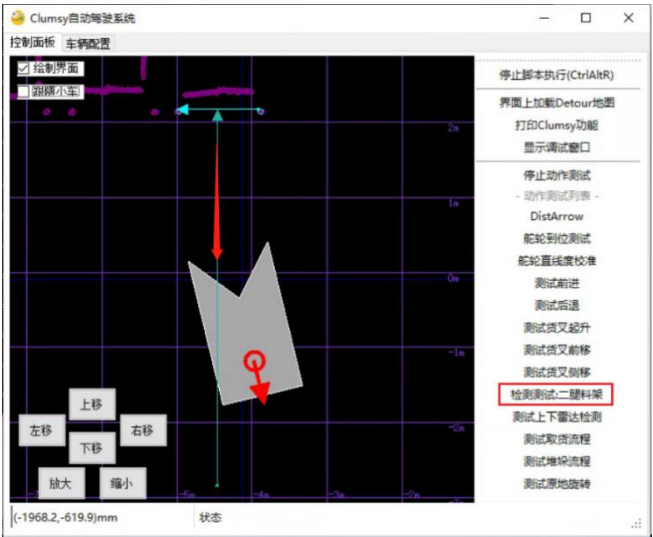

图 5.4-2
3. 在 Clumsy 界面上选择相应的检测测试按钮。当前以二腿料架为例。在界面上选择“检测测试：二腿料架”，并在 UI 界面上画一箭头开启检测。该箭头起点应在待检测物的对称中心位置附近，箭头方向从物体本身指向该物体面朝小车一面的正前方，如图 5.4-2 所示。
4. 若检测成功，应该在界面上看见指向该待检测物体的青色箭头，见图 5.4-2，且控制台上打印待检测物在车体坐标系下的位姿 $Car(x,y,th)$ ，以及世界坐标系下的位姿